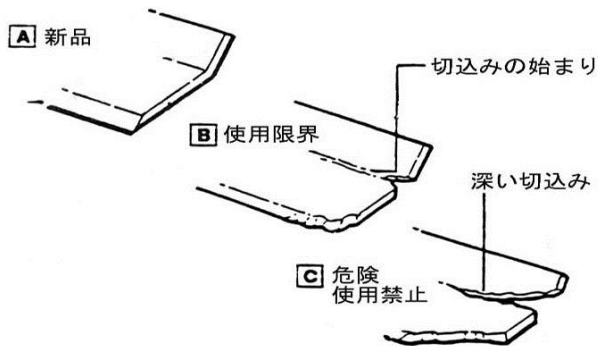

図6-1
1. 時々、ブレードの締め付け状態や刃の状態について点検します。(図6-1)